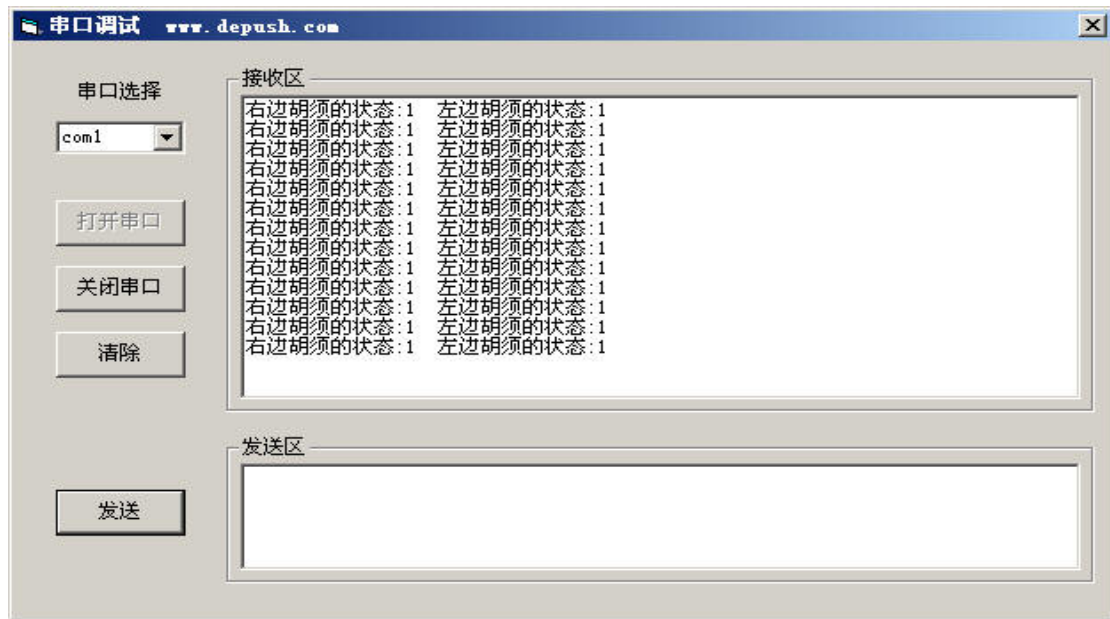

图4-6 左右胡须均未碰到
- 注意调试终端的显示值；此时显示为：“右边胡须的状态:1 左边胡须的状态:1”，如图4-6